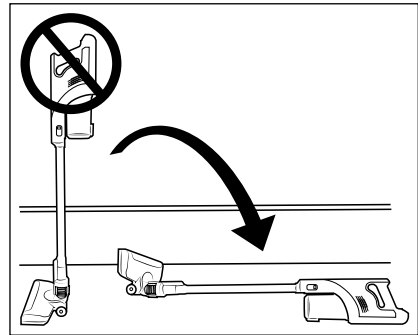

Abb. 9
① ACHTUNG!
- ▶ Versuchen Sie nicht den Staubsauger aufrecht hinzustellen, wenn Sie ihn zwischenzeitlich abstellen oder aus der Hand legen wollen. Setzen Sie den Staubsauger dafür in die Wandhalterung **13** oder legen Sie ihn auf den Boden (siehe Abb. 9 und 10). Der Staubsauger kann ansonsten aufgrund seines hohen Schwerpunkts umkippen und beschädigt werden und unter Umständen beim Umkippen weitere Gegenstände beschädigen.